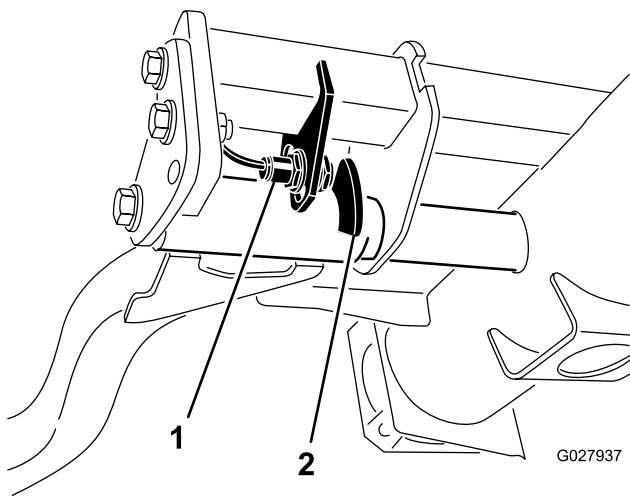

Figura 65
2. El interruptor del brazo de elevación está situado debajo del depósito hidráulico y detrás del brazo de elevación delantero derecho (Figura 65).
3. Afloje los tornillos de montaje del interruptor y desplace el interruptor hacia abajo para aumentar la altura de giro del brazo de elevación, o hacia arriba para reducir la altura de giro del brazo de elevación (Figura 65).